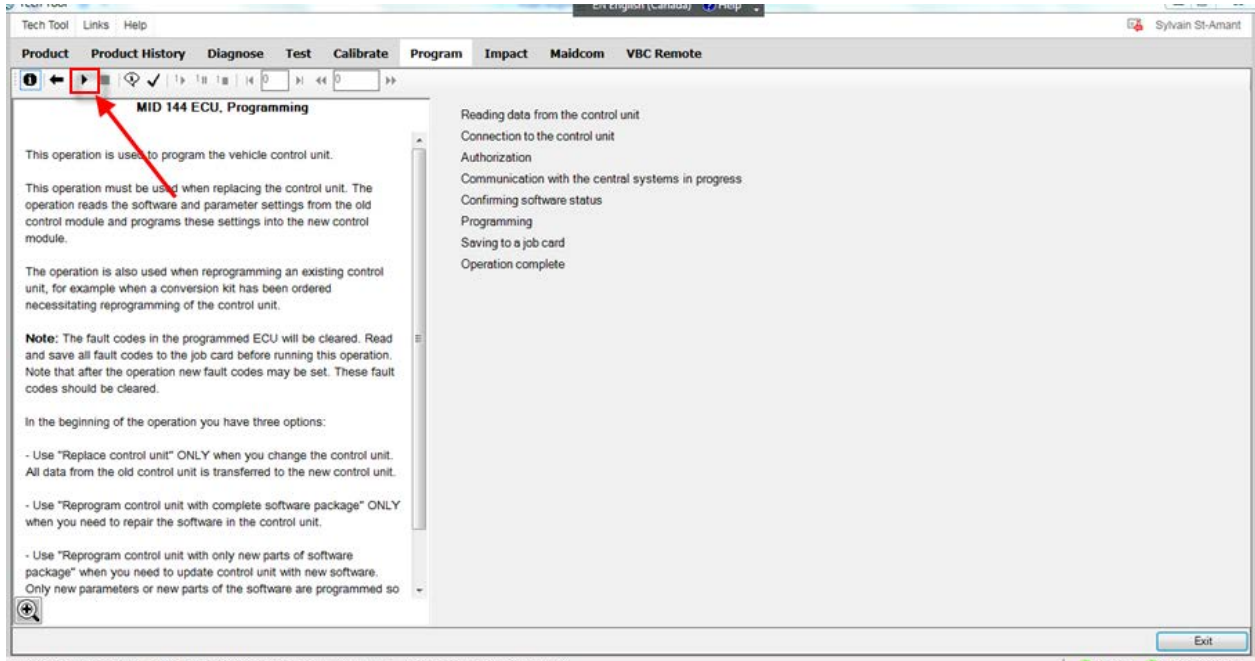

FIGURE 20
2. Cliquez sur ► (play) (FIGURE 20).